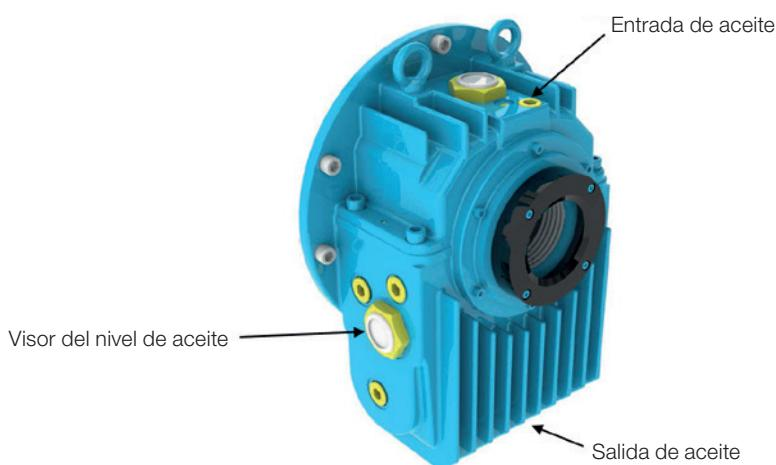

Figura 8.3 - Cojinete de deselección.
- Drene el aceite a través del drenaje localizado en la parte inferior de la carcasa del cojinete (ver Figura 8.3);